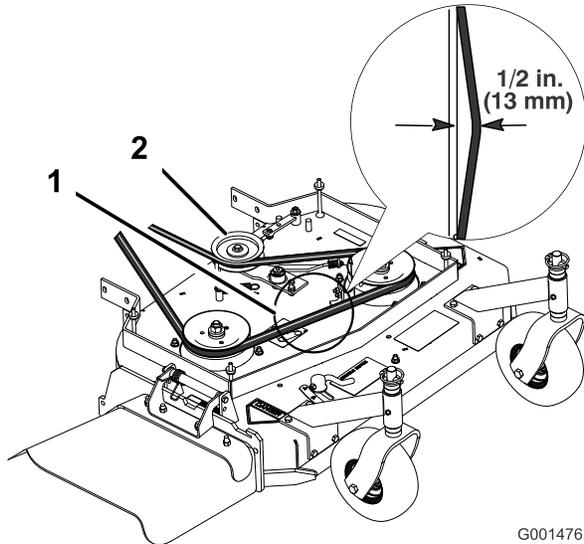
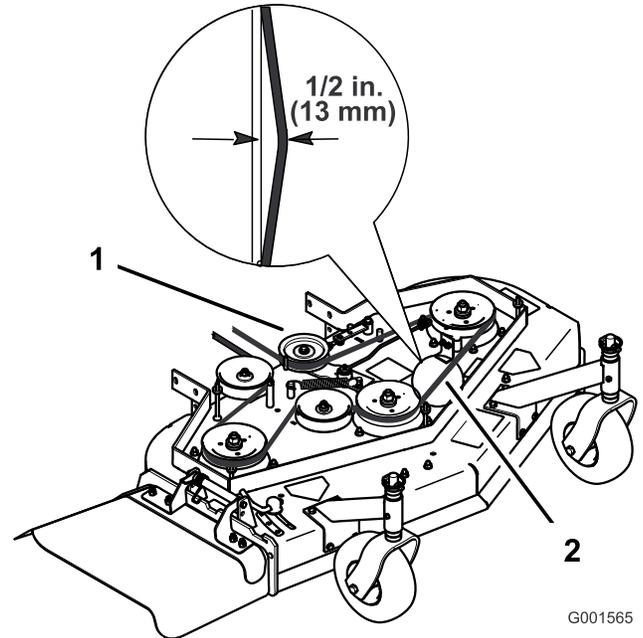

Figure 45
Figure 46
Remarque: La tension correcte de la courroie du tablier de coupe est de 44-67 N (10-15 lb-pi) avec une flèche de 13 mm (1/2") à mi-chemin entre les poulies (Figure 45 ou Figure 46).
3. Desserrez le contre-écrou sur le tendeur (Figure 45).
4. Tournez le tendeur vers l'arrière du tablier de coupe pour augmenter la tension sur la courroie. Tournez le tendeur vers l'avant du tablier de coupe pour réduire la tension sur la courroie (Figure 45).
Remarque: La tension correcte de la courroie du tablier de coupe est de 44-67 N (10-15 lb-pi) avec une flèche de 13 mm (1/2") à mi-chemin entre les poulies (Figure 45).
Remarque: La tension correcte de la courroie du tablier de coupe est de 44-67 N (10-15 lb) avec une flèche de 13 mm (1/2") à mi-chemin entre les poulies (Figure 46).